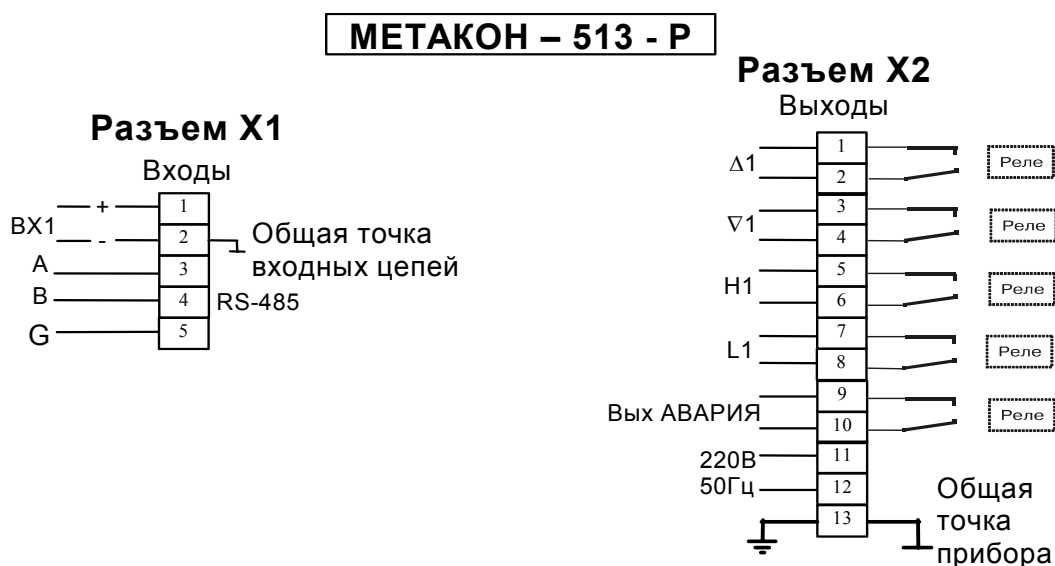

Рисунок 4.2.8
4.2.8 Схема подключения к клеммным соединителям показана на рис. 4.2.8 .